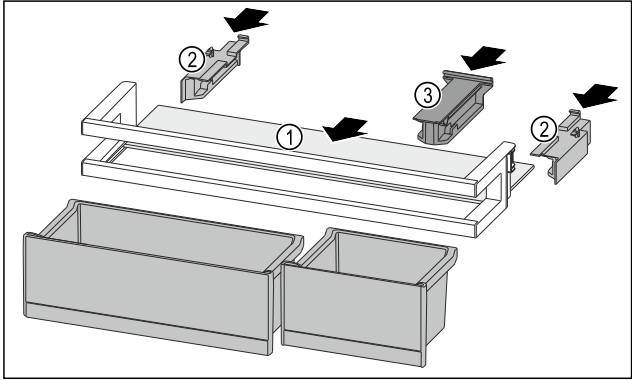

Fig. 225
- Insérer la tablette de rangement Fig. 225 (1) dans les évidements latéraux.
- Installer les parties latérales Fig. 225 (2).
- Installer la pièce de retenue Fig. 225 (3).